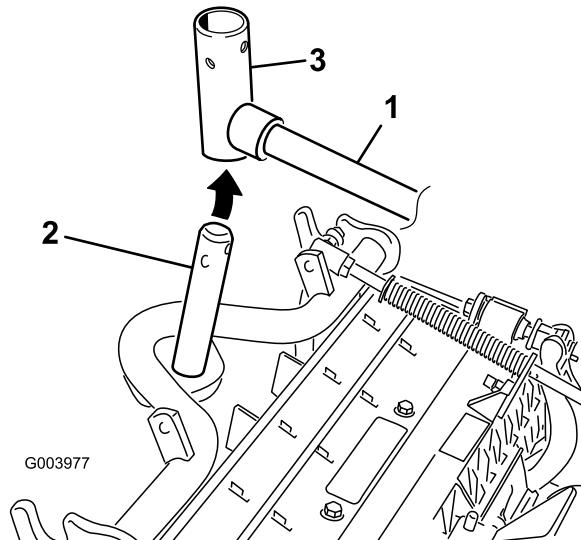

Figure 11
8. Pour les plateaux de coupe avant, poussez un plateau de coupe sous le bras de relevage tout en insérant l'arbre du bâti porteur dans la chape de pivot du bras de relevage (Figure 11).
- B. Insérez la chape du bras de relevage sur l'arbre du bâti porteur (Figure 11).